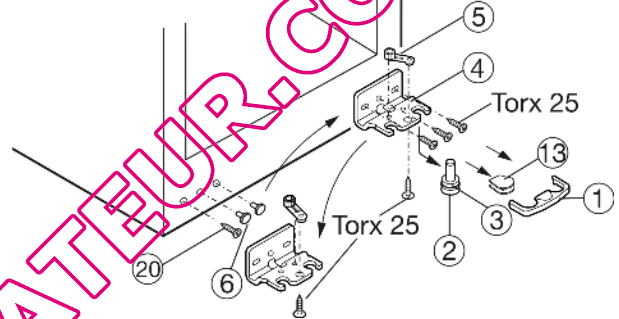

Fig. 4
► Enlever le dispositif Fig. 4 (1) d'arrêt en le tirant vers l'avant.
► Enlever le cache Fig. 4 (13) en le tirant vers le bas.\*
► Enlever le pivot Fig. 4 (2) vers le bas et vers l'avant. Ce faisant, respecter la douille de charnière Fig. 4 (3).
► Dévisser la charnière Fig. 4 (4).
► Dévisser l'élément pivotant Fig. 4 (5) et le replacer dans le logement opposé de la charnière, le revisser ensuite.
► Retirer le bouchon Fig. 4 (6) côté poignée avec précaution et le repositionner sur le côté opposé.
► Retirer la vis Fig. 4 (20) et la revisser sur le côté opposé.
► Visser la charnière Fig. 4 (4) sur sa nouvelle face (**avec un couple de serrage 4 Nm**) utiliser le cas échéant une visseuse sans fil pour un bon vissage.
- ▶ Basculer l'appareil légèrement vers l'arrière et replacer les pivots d'appui Fig. 4 (2) avec les douilles de charnière Fig. 4 (3). L'encoche du pivot doit être orientée vers l'avant.
- ▶ Mettre le cache Fig. 4 (13) sur le côté opposé.\*
- ▶ Le dispositif d'arrêt (1) doit s'enclencher latéralement sur la charnière afin de protéger les pivots d'appui et la porte.
- ▶ Replacer le dispositif d'arrêt (1) sur la charnière.
- ▶ Aligner éventuellement la porte par rapport aux deux trous oblongs du support d'appui Fig. 4 (4) pour qu'elle affleure avec l'habillage de l'appareil. Pour cela, dévisser les vis centrales.